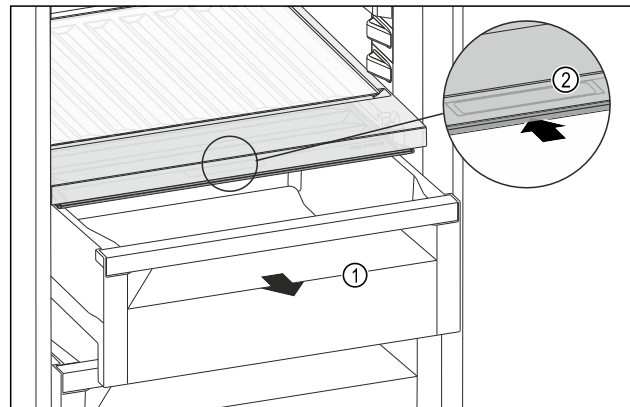

Fig. 96
- Estrarre il cassetto Fig. 96 (1).
- Afferrare la maniglia incassata Fig. 96 (2) sul coperchio dello scomparto e spingere allo stesso tempo all'indietro il coperchio dello scomparto.